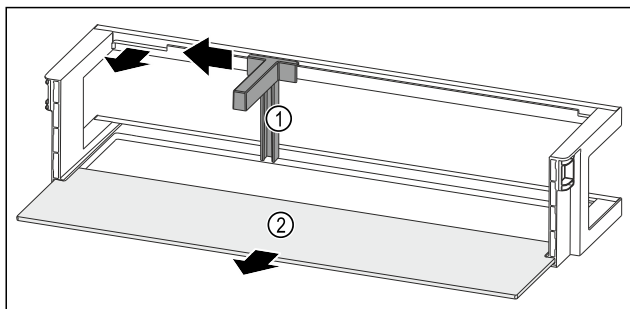

Fig. 243 Rafti i derës me mbajtëse për shishe dhe raft mbajtës
- Shtyni mbajtësen e shisheve Fig. 243 (1) anash deri te foleja.
- Hiqni mbajtësen e shisheve Fig. 243 (1).
- Hiqni raftin mbajtës Fig. 243 (2).